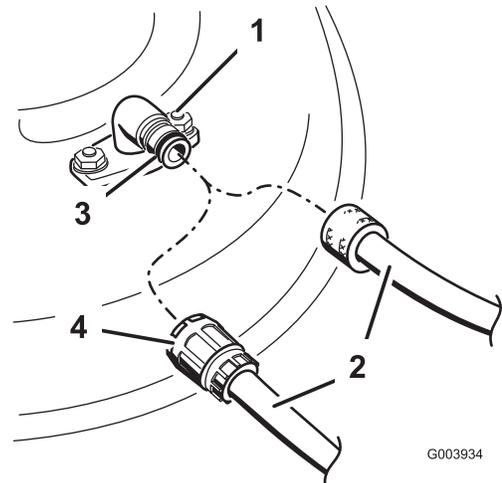

Figura 47
4. Conecte una manguera al conector de lavado, y abra el grifo al máximo (Figura 47).